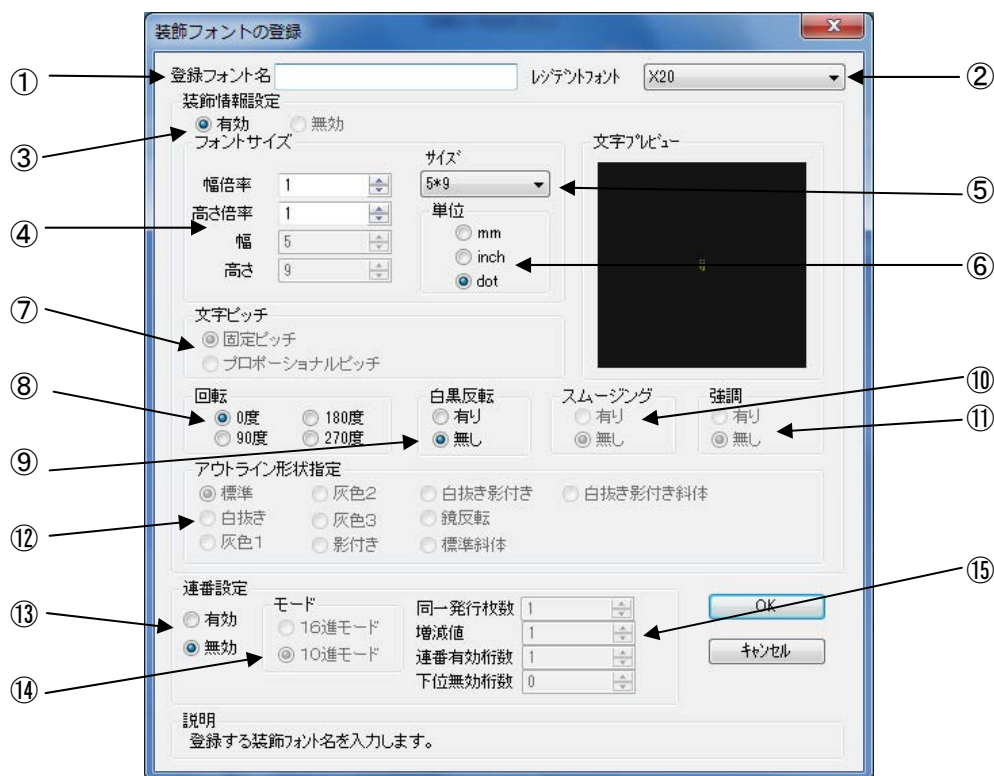
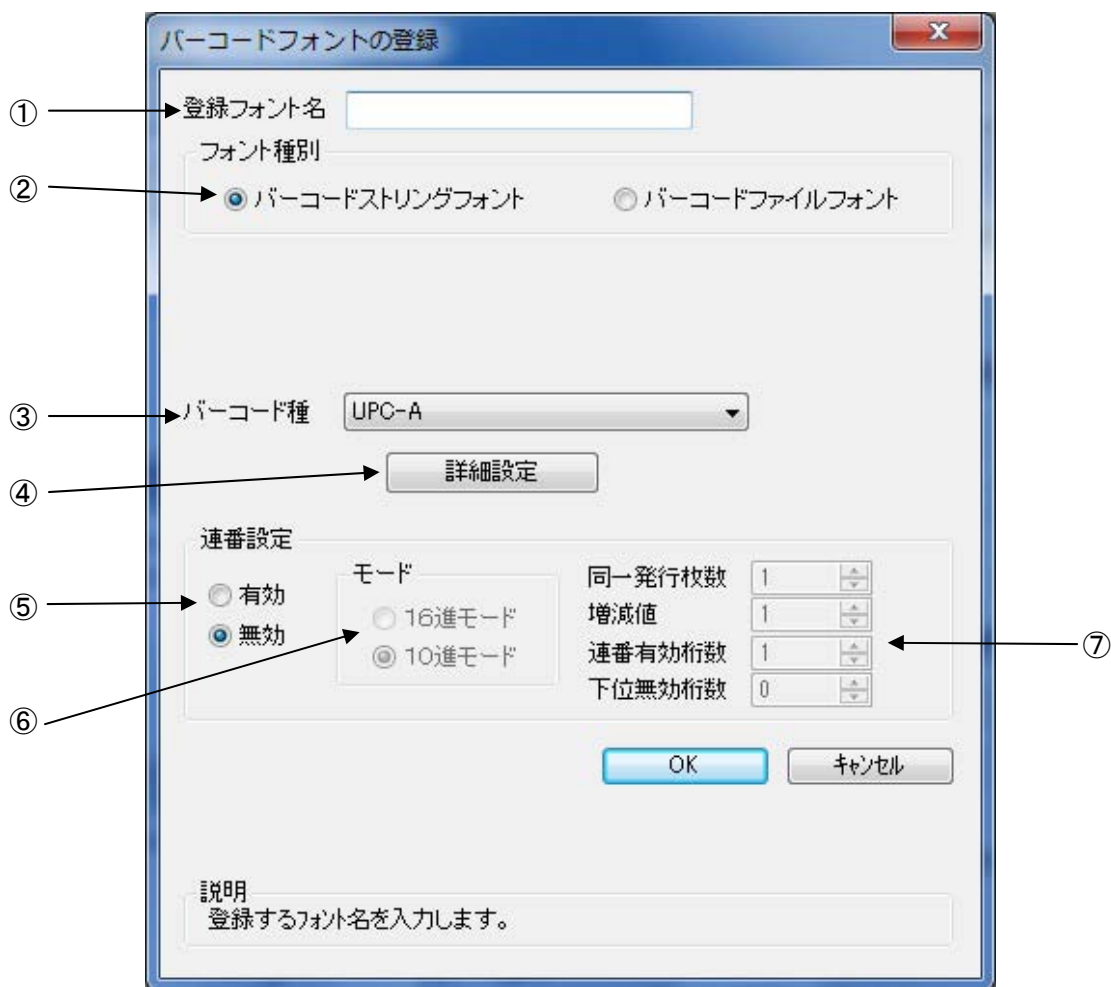

図 1.11.2 装飾フォント登録画面
図 1.11.3 バーコードフォント
- ①装飾フォントを新規登録します。クリックすることにより図 1.11.2 装飾フォント登録画面が表示されます。
- ②チェックしておくことにより、「新規登録」を選択した際の初期値に、登録済み装飾フォントのデータを適用できます。
- ③登録済み装飾フォントの設定を変更できます。クリックすることにより図 1.11.2 装飾フォント登録画面が表示されます。
- ④登録済み装飾フォントを削除します。
- ⑤バーコードフォントを新規登録します。クリックすることにより図 1.11.3 バーコードフォント登録画面が表示されます。
- ⑥チェックしておくことにより、「新規登録」を選択した際の初期値に、登録済みバーコードフォントのデータを適用できます。
- ⑦登録済みのバーコードフォントの設定を変更できます。クリックすることにより図 1.11.3 バーコードフォント登録画面が表示されます。
- ⑧登録済みのバーコードフォントを削除します。